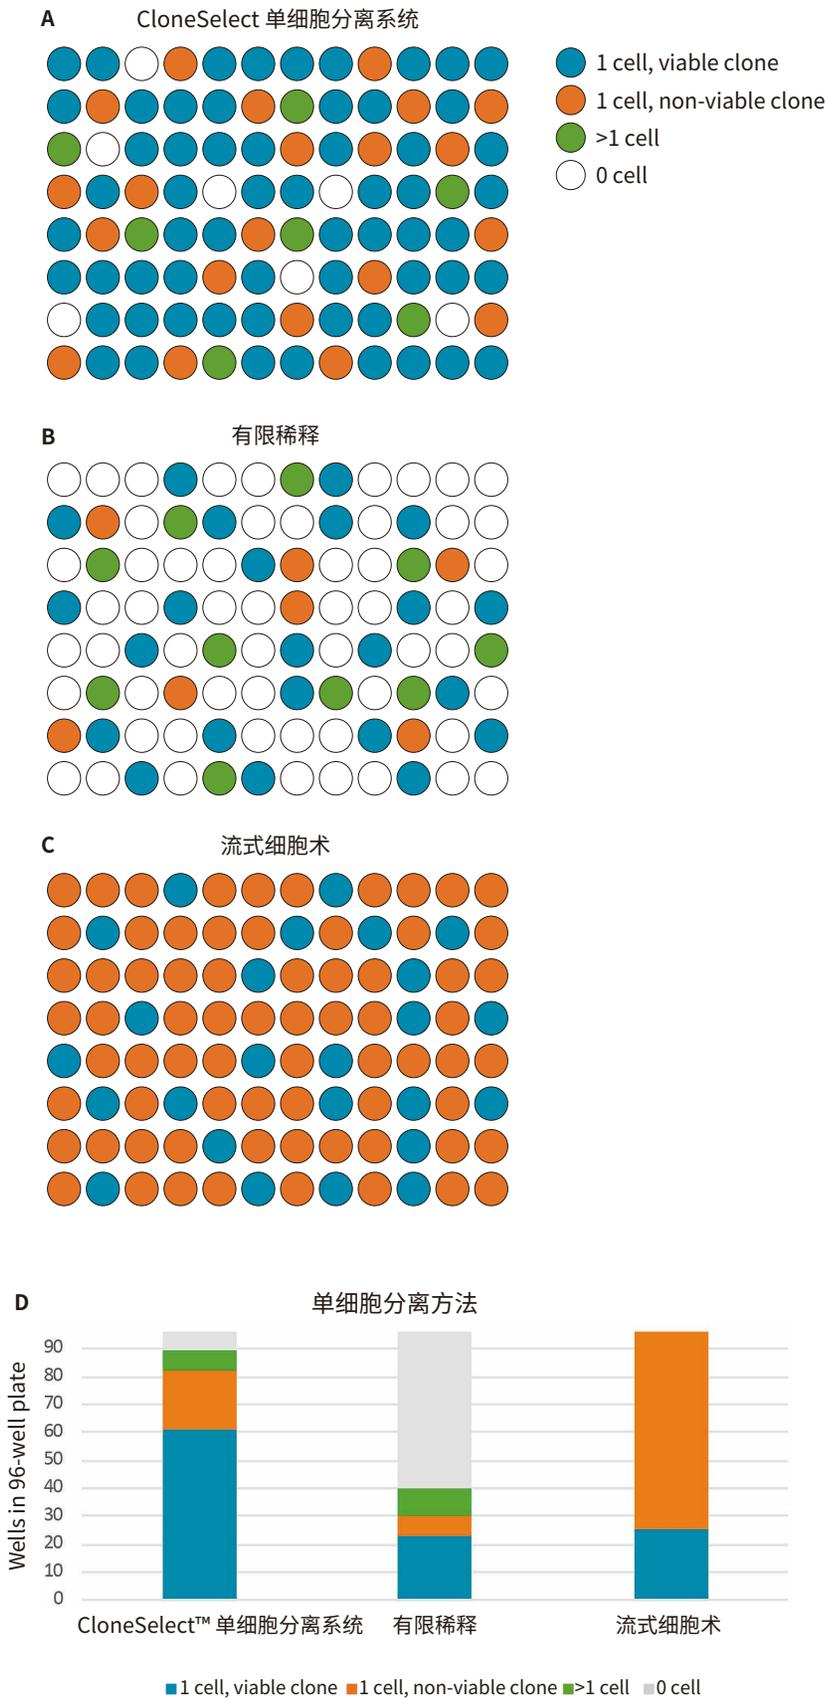

图 4 与传统方法相比，CloneSelect 单细胞分离系统具有明显的优势，显著地提高了单细胞分离效率和存活率
图 3 (A) 在细胞分离槽喷嘴上捕捉 5 张连续图像，提供单细胞接种的证据。这些图像描述了一个单细胞在从喷嘴尖端出来之前所经过的路径。图 1-3 显示细胞靠近喷嘴。图 4 显示对单个细胞的检测 (内圈) 并确认邻近区域 (外圈) 没有其他细胞。最后，图 5 显示液滴挤出后的喷嘴，证明单细胞离开喷嘴。(B) 设置细胞筛选参数的软件界面。用户可以根据细胞的大小和形态选择细胞，确保不需要的物体 (碎片、分裂细胞和不健康的细胞) 不会被接种到微孔板里。